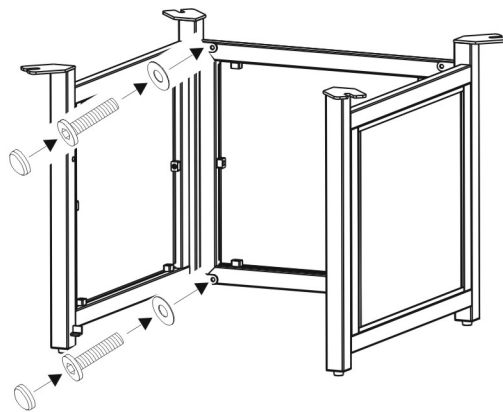

Figure 2
2. Fixez le panneau arrière aux panneaux latéraux (1 et 2) à l'aide de quatre boulons 1/4 "x15 mm et de rondelles Ø6,5x1,0 mm, comme indiqué sur la figure 2. Faites passer les boulons à travers les trous du panneau arrière, dans les trous pré-perçés des panneaux latéraux. **Serrer à la main uniquement.**